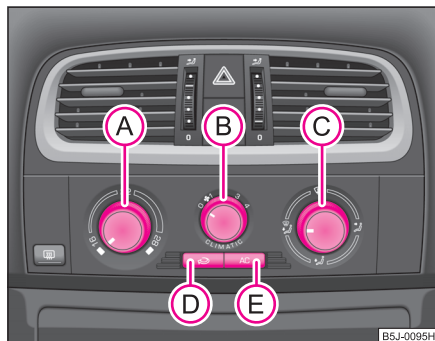
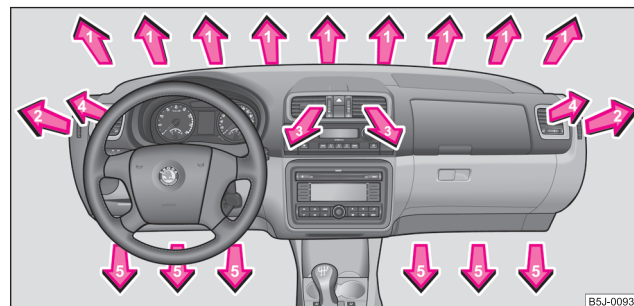

Fig. 94 Climatic:
Fig. 95 Gurile de ventilație a aerului
Instalația de climatizare funcționează numai când tasta  ⇒ **pagina 101, fig. 94**  este apăsată și se îndeplinesc următoarele condiții:
- Rotiți regulatorul rotativ (A) ⇒ fig. 94 spre dreapta pentru a mări temperatura.
- Rotiți regulatorul rotativ (A) spre stânga pentru a reduce temperatura.
- Regulatorul (A) ⇒ **pagina 101, fig. 94** pe temperatura selectată de dvs. (noi recomandăm 22 °C)
- Comutatorul (B) în poziția **3** sau **4**
- Regulatorul distribuției aerului (C) în poziția
- Gurile de ventilație **4** ⇒ **pagina 103, fig. 95** deschise și îndreptate spre geamurile laterale.
- Comutatorul (B) în poziția **2**
- Regulatorul distribuției aerului (C) în poziția dintre  și
- Gurile de ventilație **4** ⇒ **pagina 103, fig. 95** deschise și îndreptate spre geamurile laterale
- Apăsați comutatorul  ⇒ pagina 101, fig. 94, simbolul din comutator  se aprinde.
Când regulatorul **(C)** se află în poziția  ⇒ pagina 101, fig. 94, recircularea aerului este oprită automat. Prin apăsarea repetată a tastei  puteți porni recircularea aerului și în această poziție.
Admisia aerului prin fiecare gură de ventilație se reglează de la regulatorul  ⇒ **pagina 101, fig. 94**. Gurile de ventilație **3** și **4** se pot deschide și închide separat:
Prin gurile de ventilație deschise este admis aer încălzit, rece sau răcit, în funcție de poziția regulatorului  ⇒ **pagina 101, fig. 94** și de condițiile climatice. ■